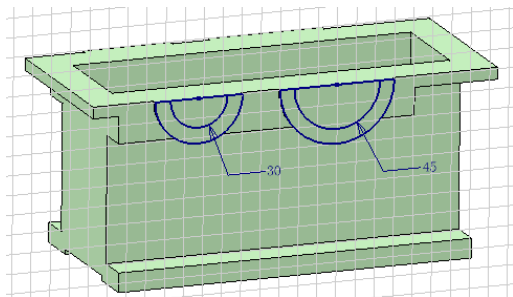

图 9-25 绘制拉伸草图
⑧通过拉伸求差即可创建 4 个轴承孔。选择凸台的表面新建草图, 单击【草图】标签栏【绘图】面板的【直线】工具按钮 --- 和【圆】工具按钮 $\odot$, 绘制如图 9-25 所示的几何图形并利用【尺寸】工具标注尺寸并修改尺寸值。